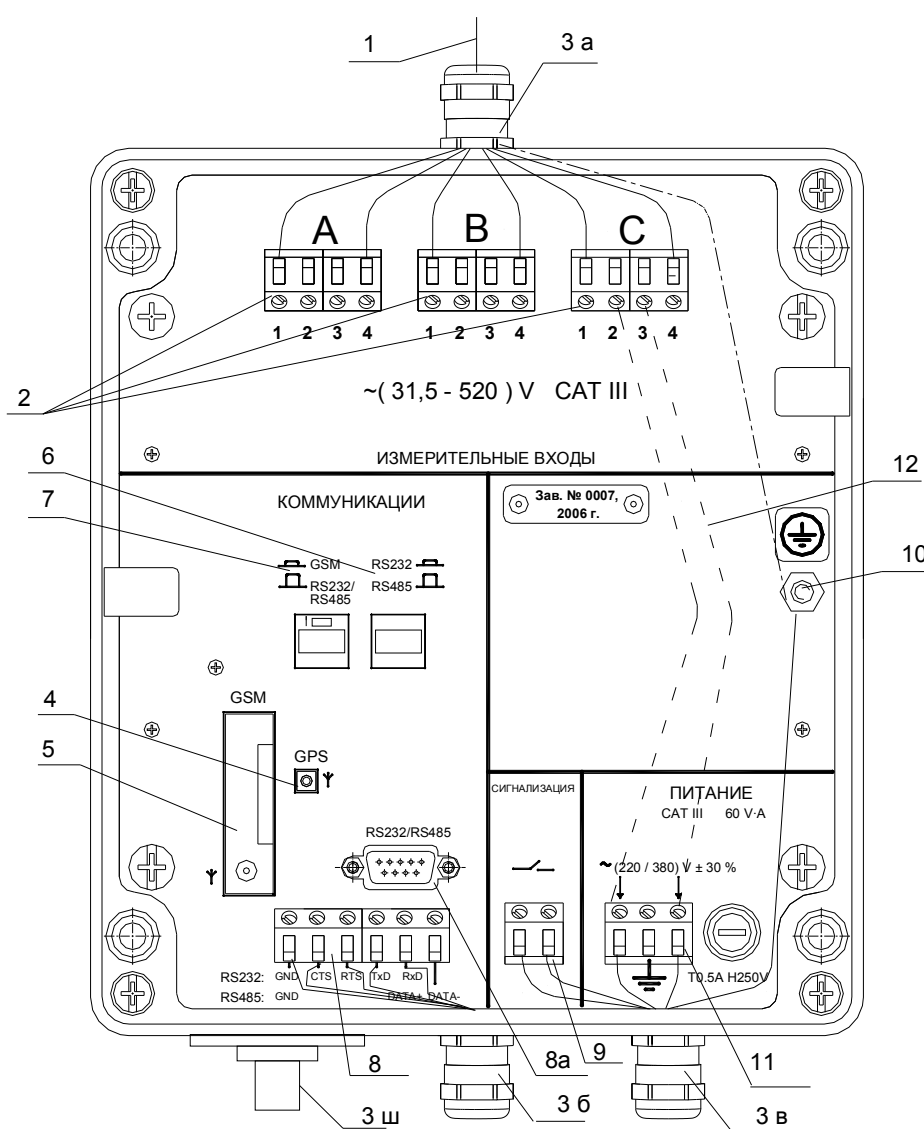

Рисунок 5 Схема подключений регистратора
5.4.2.3 Регистратор смонтировать на столбе или стене и закрепить его через отверстия (6) рисунок 5 в основании корпуса при помощи комплекта монтажного, который входит в комплект регистратора.
- интерфейсный разъем RS232/RS485 (8) рисунок 5;
- стандартный разъем RS232/RS485 (8а) рисунок 5;
- GSM – модем (5) рисунок 5, предназначенный для удаленного доступа к регистратору.
5.4.4.4 Соединение регистратора с ПК через интерфейсный разъем RS232/RS485 (8) рисунок 5 осуществляется кабелем, входящим в комплект поставки регистратора.
5.4.4.5 Кабель следует провести через кабельный ввод (3б) рисунок 5 и в зависимости от используемого интерфейса (8), соединить согласно маркировке на внутренней плате, если – RS232 – верхняя строчка и если RS485 – нижняя.
5.4.4.7 Соединение регистратора с ПК через стандартный разъем RS232/RS485 (8а) рисунок 5 осуществляется стандартным кабелем только при открытой внешней съемной крышке.
5.4.4.13 Кабель от антенны GPS–приемника подключите к разъему, маркированному на внутренней плате «GPS» (4) рисунок 5, через кабельный разъем (3в).
5.4.5.2 Для контроля срабатывания сигнализации устройств типа «сухой контакт» необходимо через кабельный ввод (3в), рисунок 5, провести кабель для подключения к клеммной колодке блока сигнализации (9).
5.4.6.2 Если подключение цепей питания регистратора осуществляется от внешнего источника питания, то кабель от источника питания необходимо провести через кабельный ввод (3в) рисунок 5 и подключить к клеммной колодке (11) рисунок 5 в соответствии с маркировкой на внутренней плате.
5.4.6.4 Для этого необходимо проводом (12), рисунок 5, входящим в комплект поставки регистратора, соединить измерительные входы одного из каналов (А, В или С) с цепью питания (11), рисунок 5, в соответствии с маркировкой на внутренней плате. Провода (12) прикрепить к коммутационной панели самоклеящимися площадками, входящими в комплект поставки регистратора.
5.4.6.6 Для этого в регистраторе предусмотрено 2 зажима заземления - один в клеммной колодке входа питания (11) рисунок 5 его подключение носит необязательный характер, другой - защитного заземления - под болт (10) рисунок 5 - его использование является обязательным!